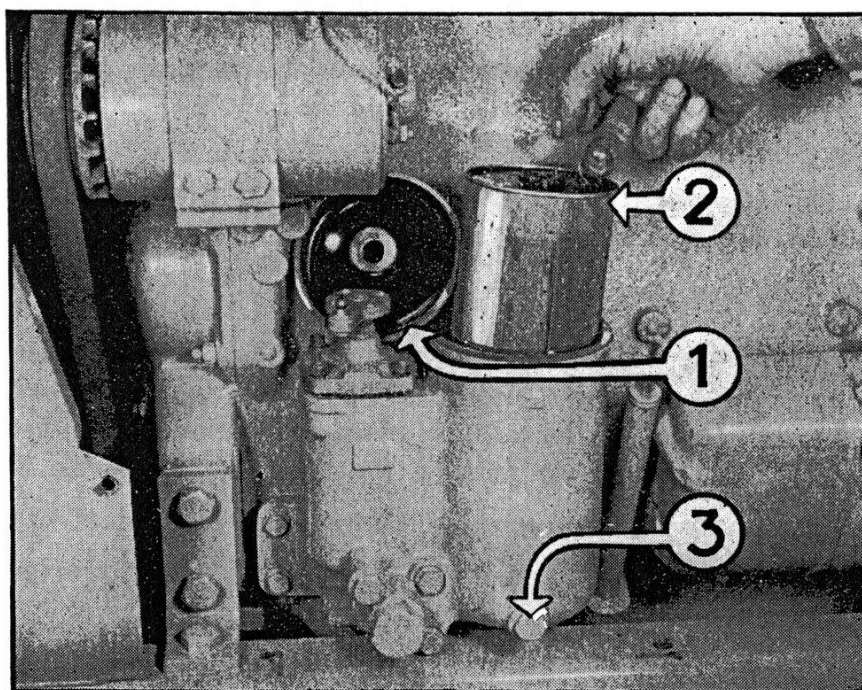

FIG. 24. — Démontage de la cartouche du filtre régénérateur.
- a) Démonter le couvercle (**rep. 1, fig. 24**).
- b) Extraire la cartouche (**rep. 2, fig. 24**).
7° FILTRE RÉGÉNÉRATEUR D'HUILE (fig. 24) :